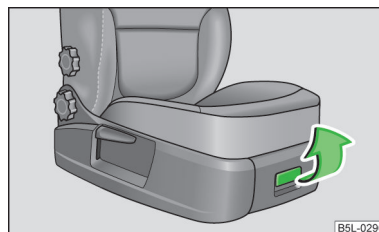

Fig. 77
- Per aprire lo sportello tirare la maniglia » fig. 77.